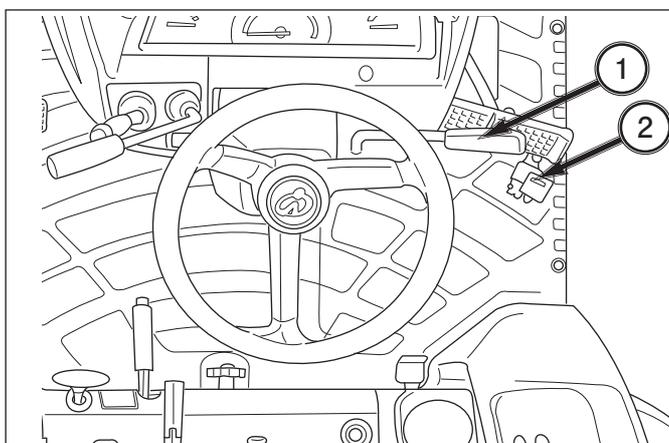

FIG. 4-16
**FIG. 4-16:** Levier d'accélération, 1 – Règle le régime moteur et reste à la position choisie par l'utilisateur. Avec le levier vers l'avant, le moteur tourne au ralenti. Le régime moteur augmente à mesure que le levier est tiré vers l'arrière.